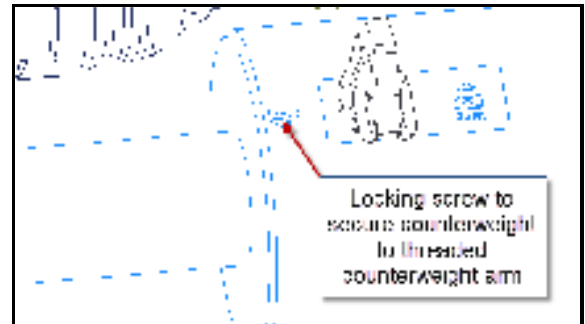

Abbildung 3-28. Ort der Klemmschrauben
2. Lockern Sie die Klemmringe, die den Gegengewichtsarm sichern (Abbildung 3-28).
3. Lockern Sie die Schrauben der Einstellklemme des Gegengewichts (Abbildung 3-28).
Eine Anschlaghülse am Gegengewichtsarm verhindert, dass sich die Baugruppe des Gegengewichts frei vom Grundgehäuse weg verschieben kann, falls der Arm nicht sicher festgeklemmt ist (Abbildung 3-28). Diese Anschlaghülse hat eine Urethanseite, die zu den Klemmen des Grundkörpers zeigen muss. Ein Dichtungsring zwischen Anschlaghülse und der Schulter am Ende des Arms ermöglicht der Anschlaghülse, die Energie von einem gleitenden Aufprall aufzunehmen. Falls Sie bemerken, dass die Anschlaghülse verschoben ist oder der Dichtungsring fehlt, korrigieren Sie das, bevor Sie die Maschine weiter verwenden.